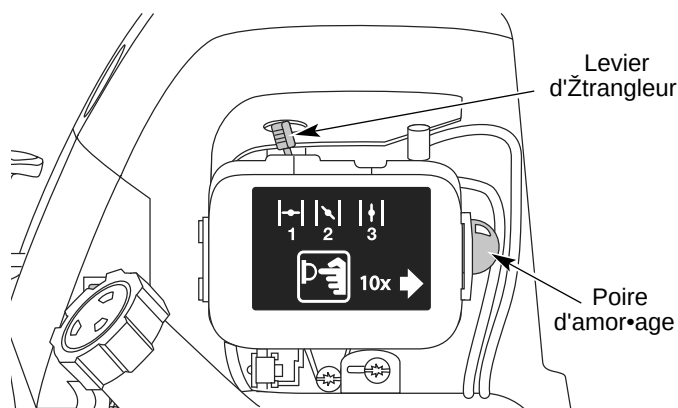

Fig. 7
4. Pressez et rel  chez la poire d'amor  ge    10 reprises, lentement. Une certaine quantit   de carburant devrait   tre visible dans la poire d'amor  ge et les conduites de carburant (Fig. 7). Si vous n'apercevez pas de carburant dans la poire, pressez et rel  chez la poire autant de fois que n  cessaire jusqu'   ce que vous aperceviez du carburant dans cette derni  re.
5. Mettez le levier d'  trangleur en Position 1 (Fig. 7).